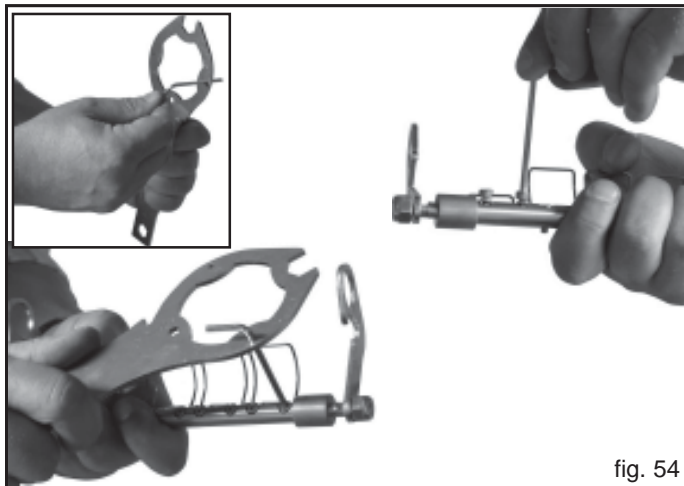

fig. 54
- 5) Mit dem Universalschluessel und einem zusaetzlichen Sechskantschluessel (nr. 3) wie im Bild gezeigt die Halteschrauben loesen, ein vollstaendiges Abschrauben ist nicht erforderlich. (Fig. 54).